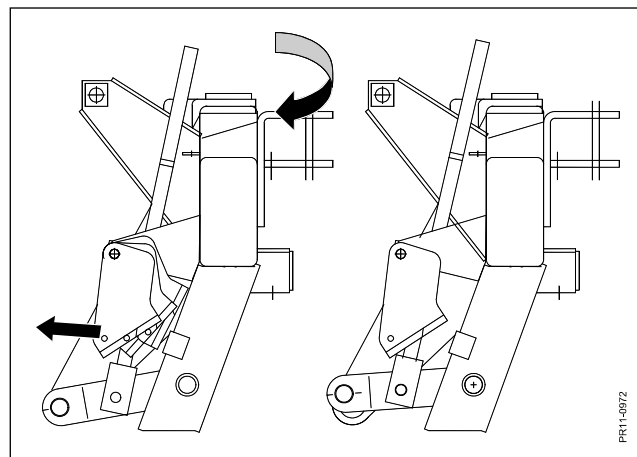

Fig. 3-2
- Fig. 3-2 Innan maskinen svängs från arbetsläge och bakåt, aktiveras (såvida detta är monterat på maskinen) parkeringslåset med hjälp av snöret.
- Fig. 3-2